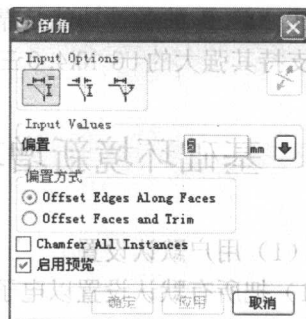

图 1.2 “倒角”对话框
- (2) 倒角特征：更新了界面并且在视图区以新的对话框出现，使其界面交互性更友好，如图 1.2 所示。